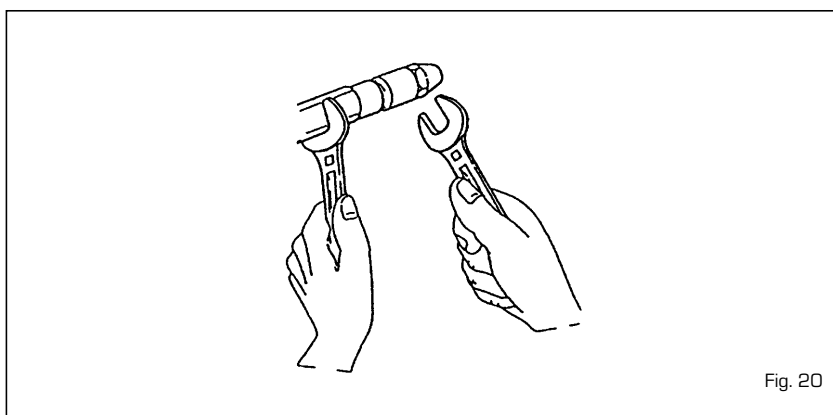

Fig. 20
#### 4.5.3 Sostituzione ugello (fig. 20)
- Bloccare il porta spruzzo utilizzando una chiave n° 19 e svitare l'ugello con una chiave n° 16 (fig. 20).